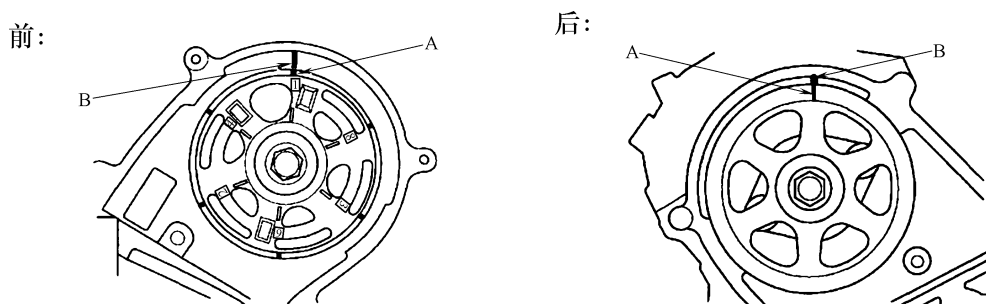

图 23-59 凸轮轴带轮标记 A 对准后盖指针 B
- 3) 按照图 23-59 所示，把凸轮轴带轮上的标记 A 对准后盖上的指针 B，使凸轮轴带轮设置到上止点位置。